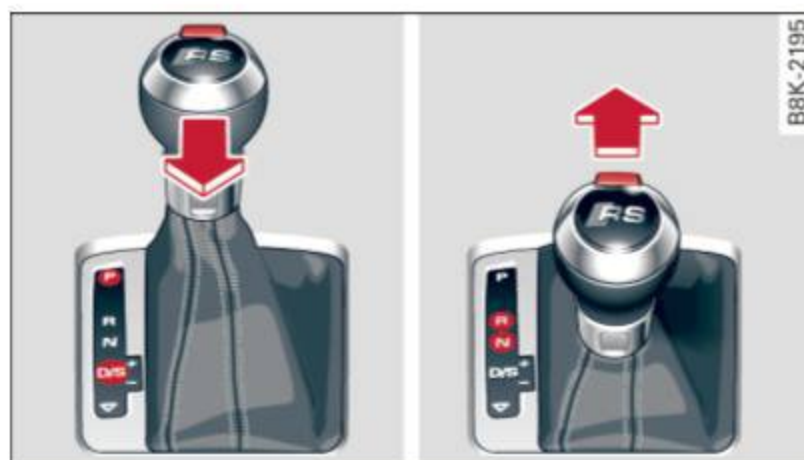

Fig. 97 Panneau de rapports: positions de verrouillage du levier sélecteur et bouton de déverrouillage surélevés
- ▶ Enfoncez la pédale de frein. *En même temps*, maintenez enfoncé le bouton de déverrouillage ⇒ *fig. 97* sur le côté du pommeau de levier sélecteur avec votre pouce jusqu'à ce que le levier sélecteur soit dans la position voulue.
Le bouton de déverrouillage sur le levier sélecteur empêche que le levier ne soit déplacé d'un rapport à l'autre accidentellement. Selon la direction du changement de rapport, le levier sélecteur se bloque à différentes positions. Les positions sont soulignées dans l'illustration ci-dessus ⇒ *fig. 97*.